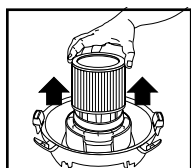

FIGURE 18
25. Glissez la cartouche filtrante à l'extérieur du support de couvercle. **FIGURE 18.**